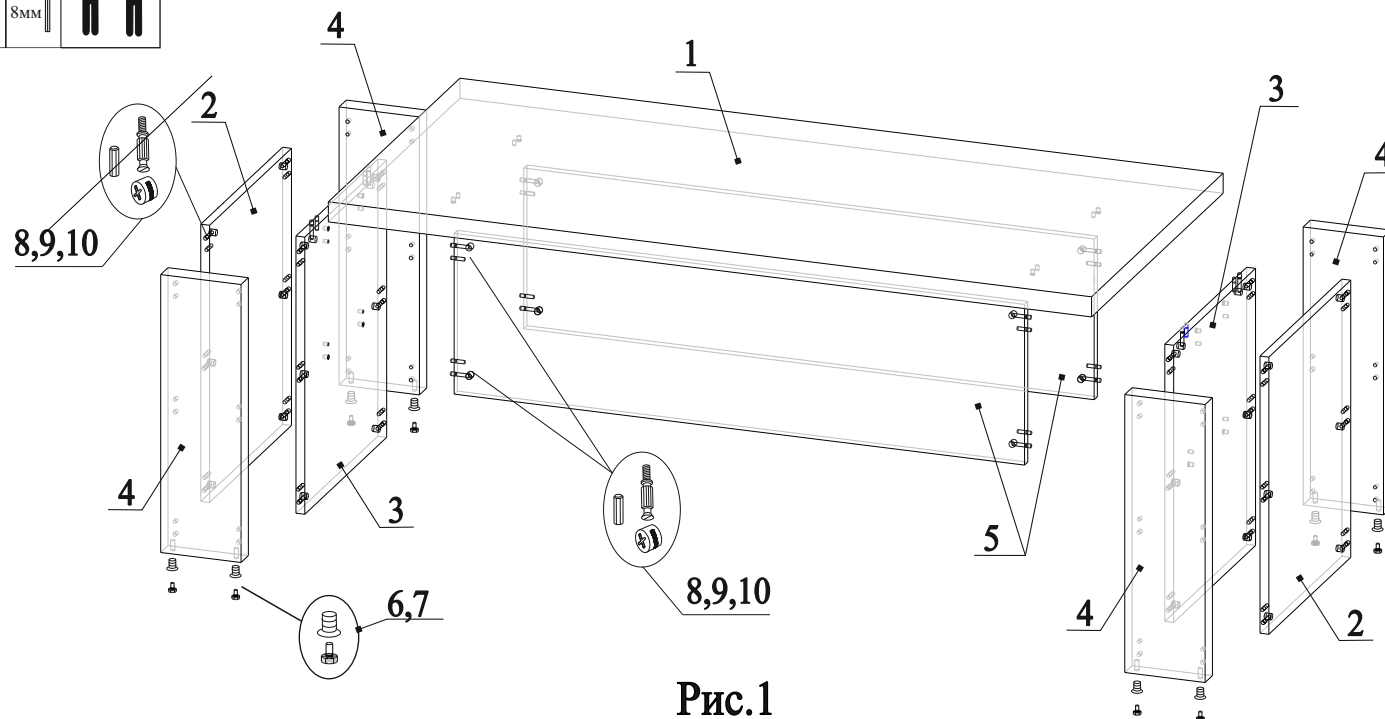

Рис.1
1. В нижний торец детали 4 закрутить футорку 7 и вкрутить в нее опору 6 (рис.1);
2. В отверстия на деталях 2, 3 и 5 вставить эксцентрики 9 стрелками к торцевым отверстиям (рис.1);
3. В торцевые отверстия на деталях 2, 3 и 5 вставить шканты 10 (рис.1);
4. Вкрутить дюбеля 8 в футорки на деталях 1, 3 и 4 (рис.1);
5. Соединить детали 2, 3 и 4, затянуть эксцентрики по часовой стрелки до упора (рис.1);
6. Соединить детали 3 и 5, затянуть эксцентрики по часовой стрелки до упора (рис.1);
7. Соединить детали 1, 2 и 3, затянуть эксцентрики по часовой стрелки до упора (рис.1);